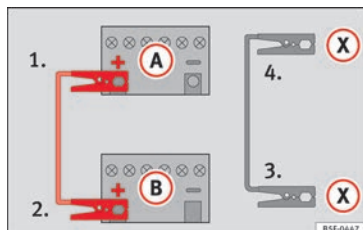

Fig. 134 Schema elettrico per i veicoli dotati di sistema Start-Stop.
- **Nei veicoli con sistema Start-Stop:** collegare un'estremità del cavo **nero** di emergenza **(X)** a un terminale di massa idoneo, a un elemento metallico massiccio avvitato al monoblocco del motore o al monoblocco stesso » **fig. 134**.